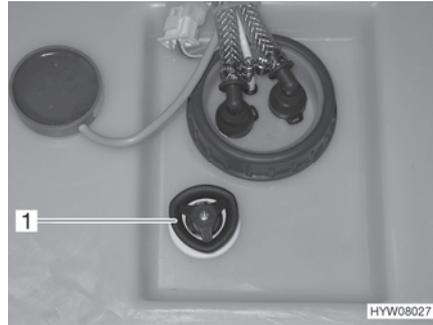

Fig. 113 Depósito de agua con tirador giratorio
- Girar el tirador giratorio (Fig. 113,1) del depósito de agua en sentido contrario a las agujas del reloj sobrepasando la resistencia, para abrir el orificio de salida completamente.